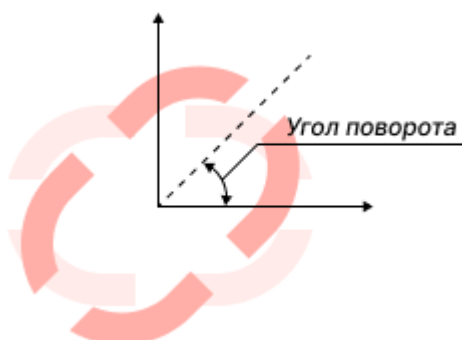

Рис. 225 Поворот апертury
- Угол поворота – величина угла поворота горизонтальной осевой линии апертury против часовой стрелки. Значение может быть задано в диапазоне 0 – 359° с шагом 1° , см. Рис. 225.